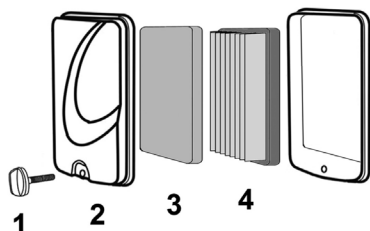

Рис. 22 Обслуживание воздушного фильтра PC5431F
1. Выкрутите болт (1) и снимите крышку воздушного фильтра (2) (Рис. 22).
2. Извлеките предварительный поролоновый (3) и основной бумажный (4) воздушный фильтры (Рис. 22).
4. При незначительном загрязнении промойте предварительный поролоновый фильтр (Рис. 22 п. 3) теплым мыльным раствором и просушите. Поврежденный или сильно загрязненный поролоновый фильтр замените.
Бумажный фильтрующий элемент (Рис. 22 п. 4) не подлежит очистке, необходима его замена. Не продувайте основной бумажный фильтр сжатым воздухом, не промывайте его в бензине и других растворителях. Эксплуатация двигателя с грязным или поврежденным воздушным фильтром, или без воздушного фильтра приведет к попаданию грязи и пыли в карбюратор и двигатель, что в свою очередь, станет причиной его быстрого износа. Двигатель в этом случае не подлежит ремонту по гарантии.